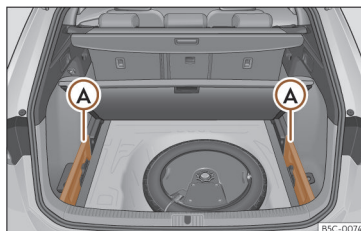

Fig. 121 Na bagageira: alojamento para guardar a chapeleira enrolável.
- Retire as tampas esquerda e direita »» Fig. 121 ①.